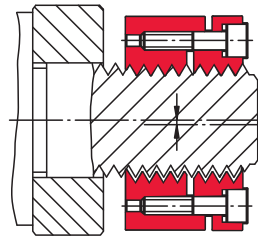

Bild 1
2. Stellmutter auf Spindelgewinde aufschrauben, noch nicht zur Plananlage bringen (Bild 1).